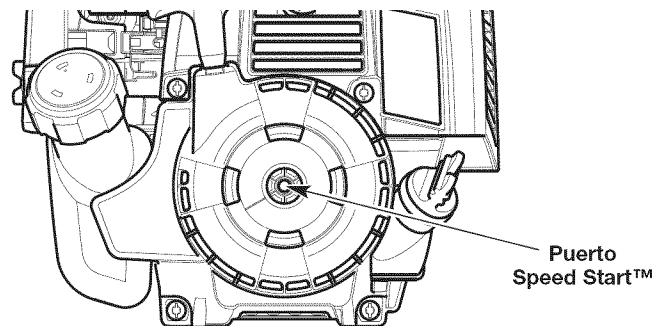

Fig. 18
5. Coloque el accesorio Speed Start™ en el puerto Speed Start™ (Fig. 18). Consulte la sección *Operación* del manual del operador del accesorio Speed Start™.